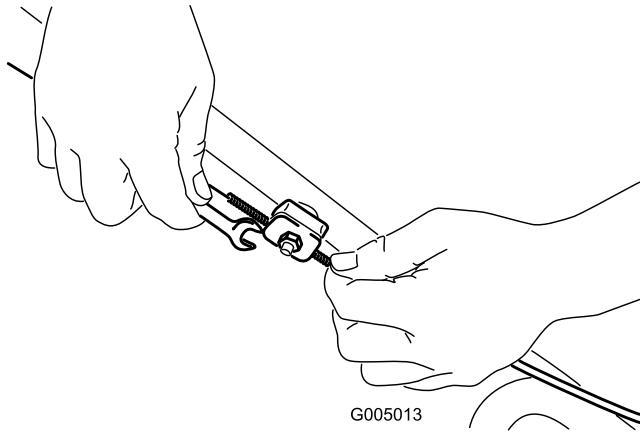

Figura 32
1. Afloje la tuerca del soporte del cable (Figura 32).